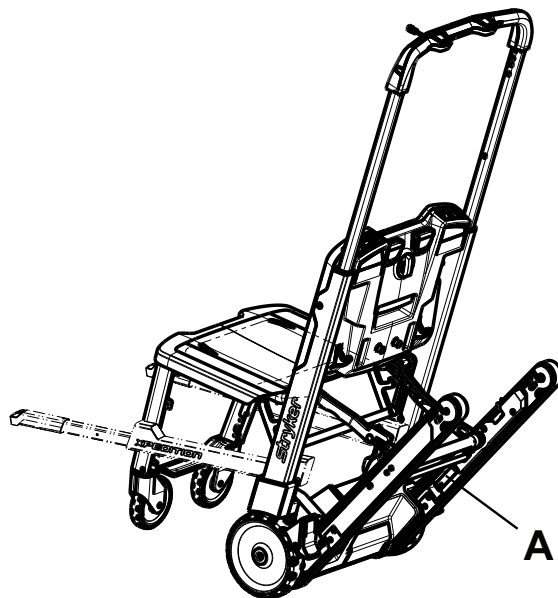

Abbildung 3 – Position der Seriennummer – Xpedition
Die Position der Seriennummer am Stuhl (A) geht aus der nachstehenden Abbildung hervor (Abbildung 3).